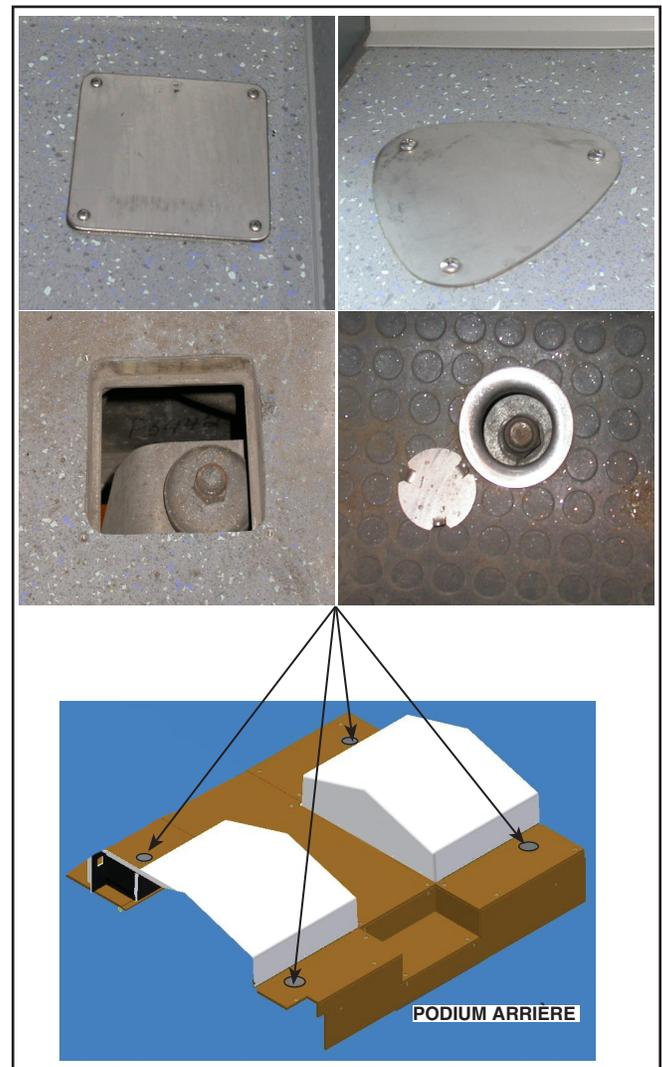

Figure 4 - Boîtier d'écrou supérieur et les emplacements
Les écrous supérieurs sont accessibles seulement par l'intérieur de l'autobus. Voir Figure 4. Il faut d'avoir un assistant afin d'aider avec la pose et dépose des amortisseurs arrière.
1. Seul pour l'essieu arrière, enlever le capuchon du boîtier fendu qui contient les écrous supérieurs. Voir Figure 4.